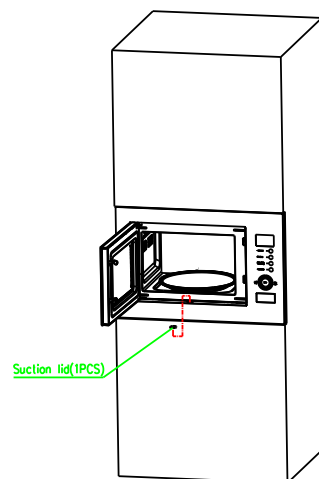

Fig.6
f) Instale la protección en el orificio donde colocó el tornillo, como muestra Fig. 6.